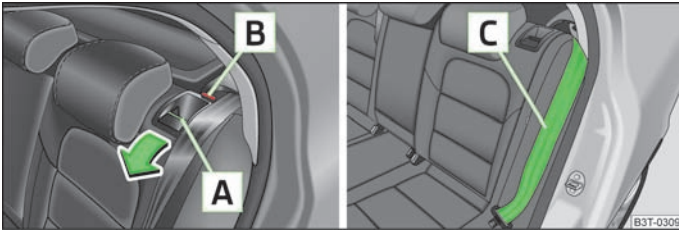

Abb. 61 Sitzlehne entriegeln / Sitzlehne verriegeln
- › Durch Drücken des Entriegelungsgriffs **A** » Abb. 61 die Sitzlehne entriegeln und ganz vorklappen.
- › Den hinteren äußeren Sicherheitsgurt **C** » Abb. 61 hinter die Kante der Seitenverkleidung legen.